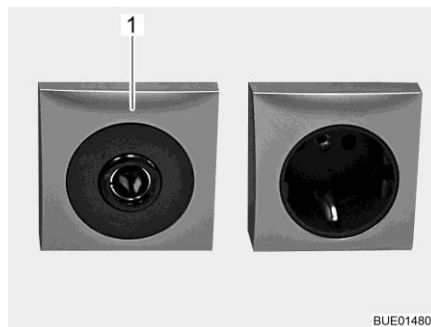

Fig. 179 Presa 12 V/10 A
- ▷ Alle prese (Fig. 179,1) della rete di bordo a 12 V, connettere solo apparecchi funzionanti al massimo a 10 A.